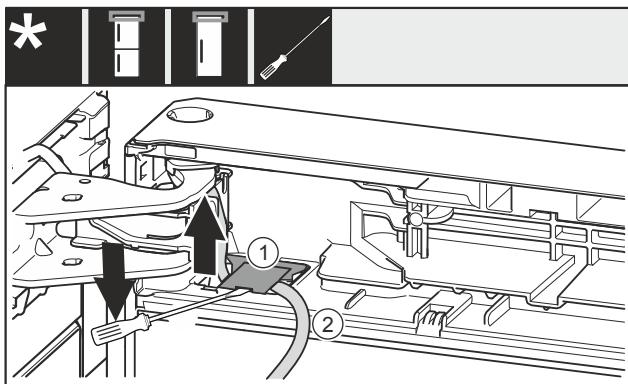

Fig. 10
- Mit Schlitzschraubendreher die Abdeckung Fig. 10 (1) anheben und herausziehen.
- Kabel Fig. 10 (2) herausziehen.